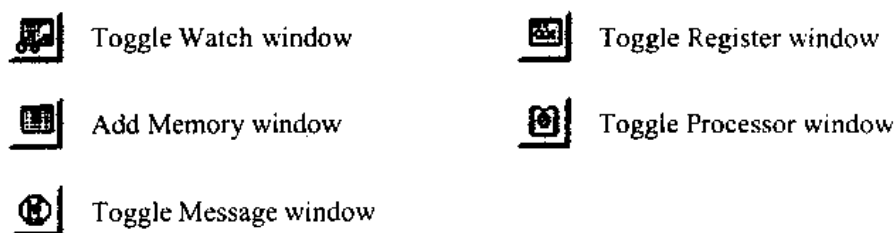

图 7.17
(3) 视图工具条 包含允许和屏蔽许多常用窗口和增加存储器窗口的按钮。视图工具条有图 7.17 所示按钮。